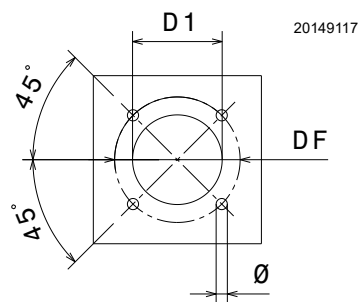

Fig. 15
Taladrar la placa de cierre de la cámara de combustión tal como se indica en Fig. 15. Puede marcarse la posición de los orificios roscados utilizando la junta aislante que se suministra con el quemador.
- Introducir todo el quemador en el orificio de la caldera, preparado anteriormente (Fig. 15 en la pág. 20), y fijar con los tornillos suministrados.